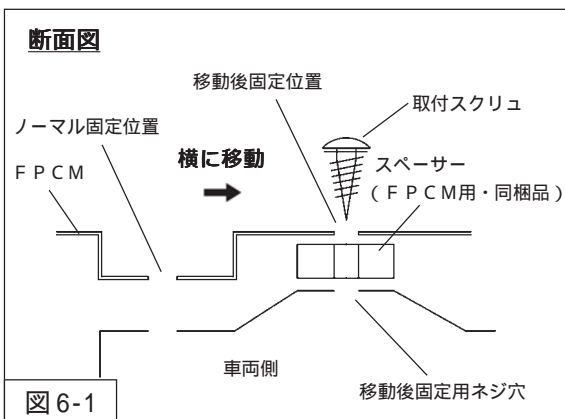

図6-1
1. 右リアダンパー上にあるFPCM前側の取付スクリューを取外してください。(図6-1)
2. スペーサー (FPCM用・同梱品) を使用して、ノーマル固定位置の右隣にある穴でFPCMを固定してください。(図6-1)